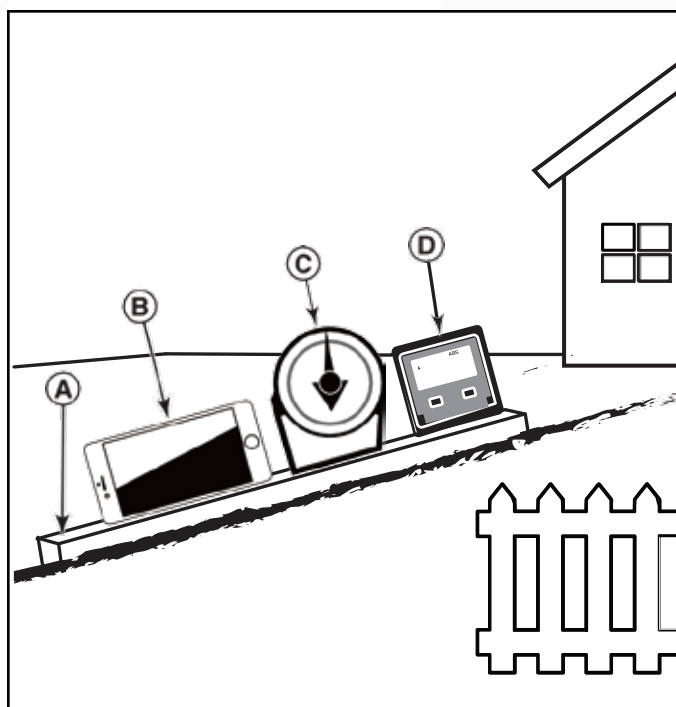

Fig. 1
1. Use un borde recto de al menos sesenta (60) centímetros de largo (A, Fig. 1). Un 2x4 o una pieza recta de metal funcionan muy bien.
- a. **Use su teléfono inteligente:** Muchos teléfonos inteligentes (B, Fig. 1) tiene un inclinómetro (buscador de ángulos) situado bajo la aplicación (app) de brújula. Si no, puedes buscar una app inclinómetro en la tienda de aplicaciones.
- b. **Use herramientas buscadoras de ángulos:** Las herramientas buscadoras de ángulos (C y D, Fig. 1) se encuentran disponibles en las ferreterías locales u online (también se conocen como inclinómetro, transportador, medidor de ángulo o indicador de ángulo). Sirven tanto tipo dial (C) como tipo digital (D), otros tal vez no sirvan. Lea y obedezca las instrucciones proporcionadas con la herramienta buscadora de ángulos.
3. Coloque el borde recto de sesenta (60) centímetros a lo largo de la parte más empinada de la pendiente del césped. Coloque la tabla arriba y abajo de la pendiente.